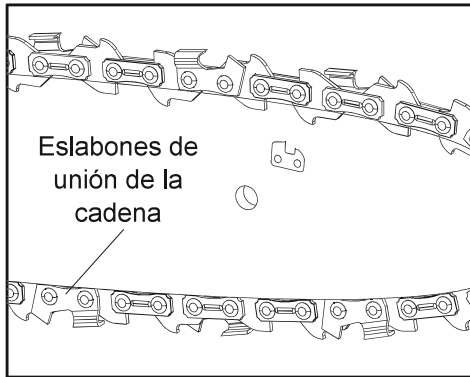

Fig. 6
- Coloque el producto sobre una superficie plana adecuada con la cubierta de la motosierra (15) orientada hacia usted.
- Compruebe la tensión de la cadena levantando con una mano la cadena (12) contra el peso del producto. La tensión correcta de la cadena se consigue cuando esta se puede levantar aproximadamente 2-4 mm de la espada (13) en el centro (Fig. 6, 7).